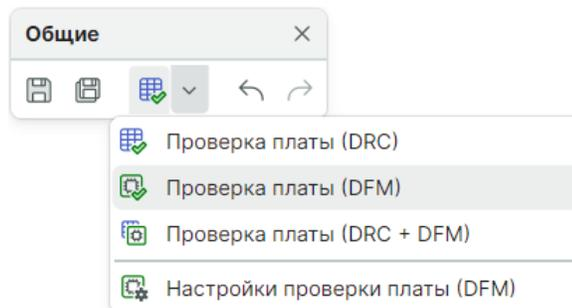

Рис. 507 Запуск DFM-проверки платы
1. На панели инструментов «Общие» вызовите выпадающий список с помощью символа и выберите пункт «Проверка платы (DFM)», см. Рис. 507.